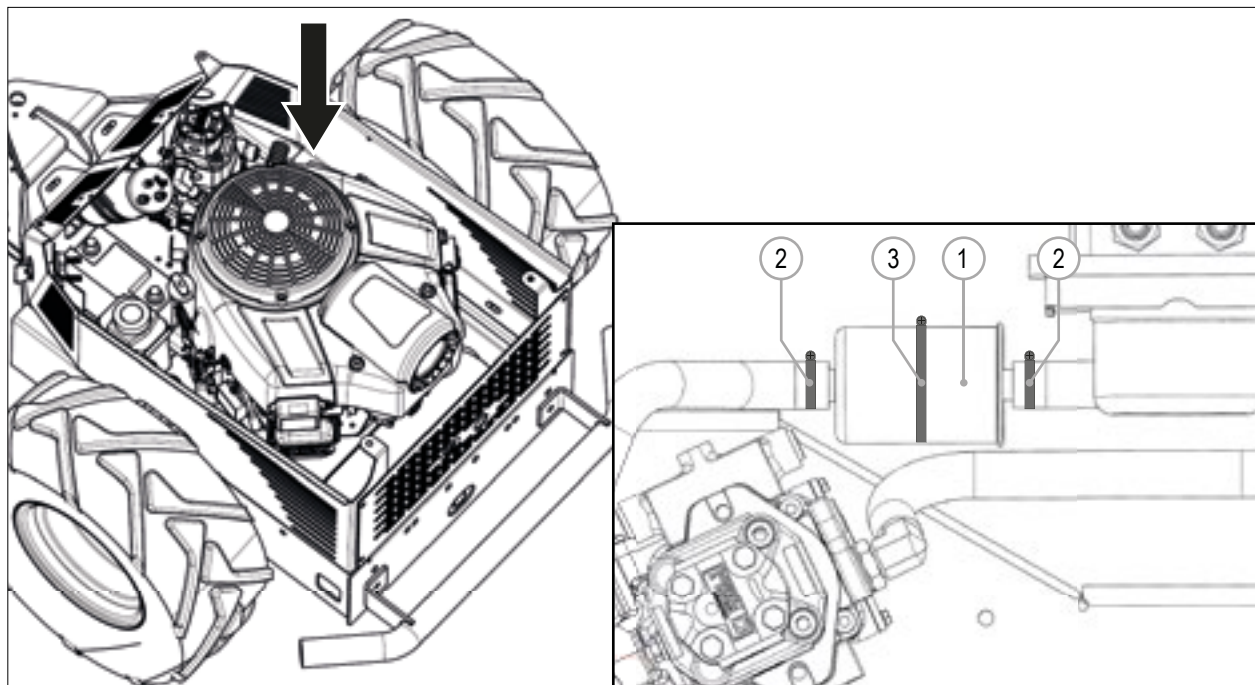

РИС. 35
- 4) Снимите хомут (РИС. 35 - Сс. 3), фиксирующий фильтр всасывания (РИС. 35 - Сс. 1).
- 5) Ослабьте хомуты (РИС. 35 - Сс. 2) гидравлических шлангов.
- 6) Замените фильтр всасывания (РИС. 35 - Сс. 1) оригинальным новым.
- 7) Вставьте гидравлические шланги и зафиксируйте их хомутами (РИС. 35 - Сс. 2).